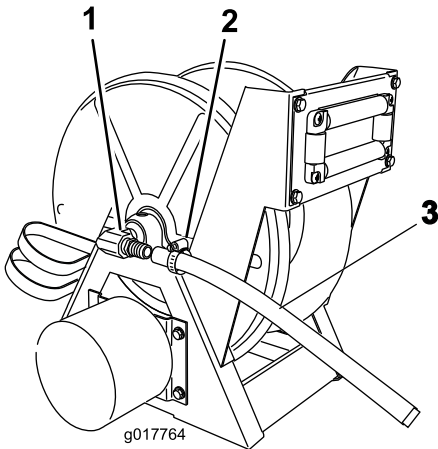

Figura 11
- 3. Instale el extremo de la manguera sobre la espiga en ángulo recto del lado del conjunto del carrete más próximo al depósito (Figura 11).